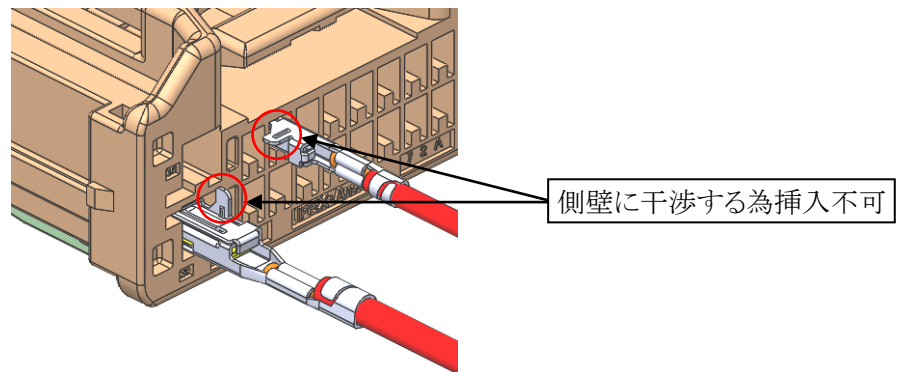

図 24.FEMALE HOUSING 端子誤嵌合
- ① 端子を正規の向き以外で挿入しないで下さい。無理に入れると、破損、変形の恐れがあります。また、端子を誤挿入するとメスハウジングのコアホールに挿入できません。(図 24 参照)
- ②端子挿入後、電線を強く引張らないで下さい。